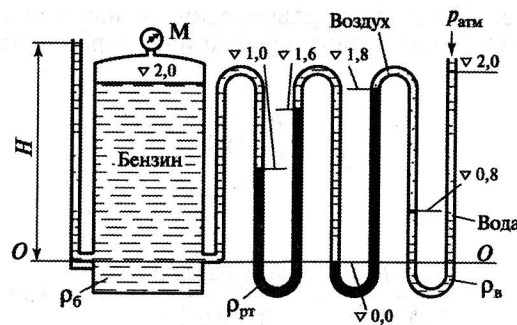

Рис. 2.24
**Задача 2.26.** Пьезометр и два жидкостных манометра присоединены к резервуару (рис. 2.24), наполненному бензином до отметки 2 м ( $\rho_6 = 700 \text{ кг/м}^3$ ). Определить показания манометра М и пьезометра